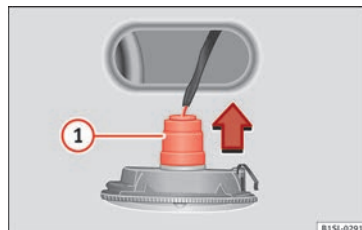

Fig. 154 Luz indicadora de mudança de direção lateral: substituição das lâmpadas.
2. Extraia a luz indicadora de mudança de direção lateral da carroçaria pressionando-a ②.
3. Extraia o porta-lâmpadas com a lâmpada na direção da seta » Fig. 154 ①.